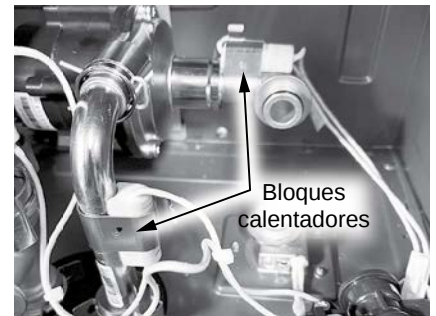

Figura 166 - Ubicaciones del bloque calentador.
- 21** Ubique los dos bloques calentadores conectados al codo de entrada de la bomba y al tubo de salida de la bomba, como se muestra en la Figura 166. Retire los soportes (tamaño 16) que fijan los bloques calentadores a las conexiones de la tubería. Deje los soportes a un lado en un lugar seguro para volver a instalarlos. Tienda los bloques calentadores y el cableado en el interior del gabinete del calentador de agua para facilitar el acceso a la bomba de agua.
33 Ubique los dos (2) bloques calentadores y los soportes (tamaño 16) que se retiraron anteriormente en el **Paso 21**. Fije los bloques calentadores al codo de entrada de la bomba y al tubo de salida de la bomba, como se muestra en la Figura 166.